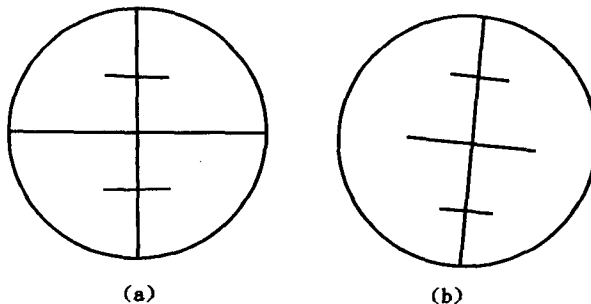

图 1-3-5 十字丝
- 1) 将点位偏离的情况绘在图 1-3-5(a)、图 1-3-5(b)中,图 1-3-5(a)为点位无偏离的情况,图 1-3-5(b)为点位有偏离的情况。